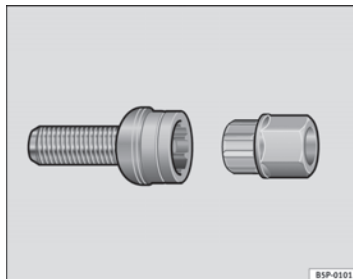

Abb. 129 Diebstahlhemmende Radschrauben
- Setzen Sie den Adapter bis zum Anschlag in die diebstahlhemmende Radschraube ein ⇒ Abb. 129.